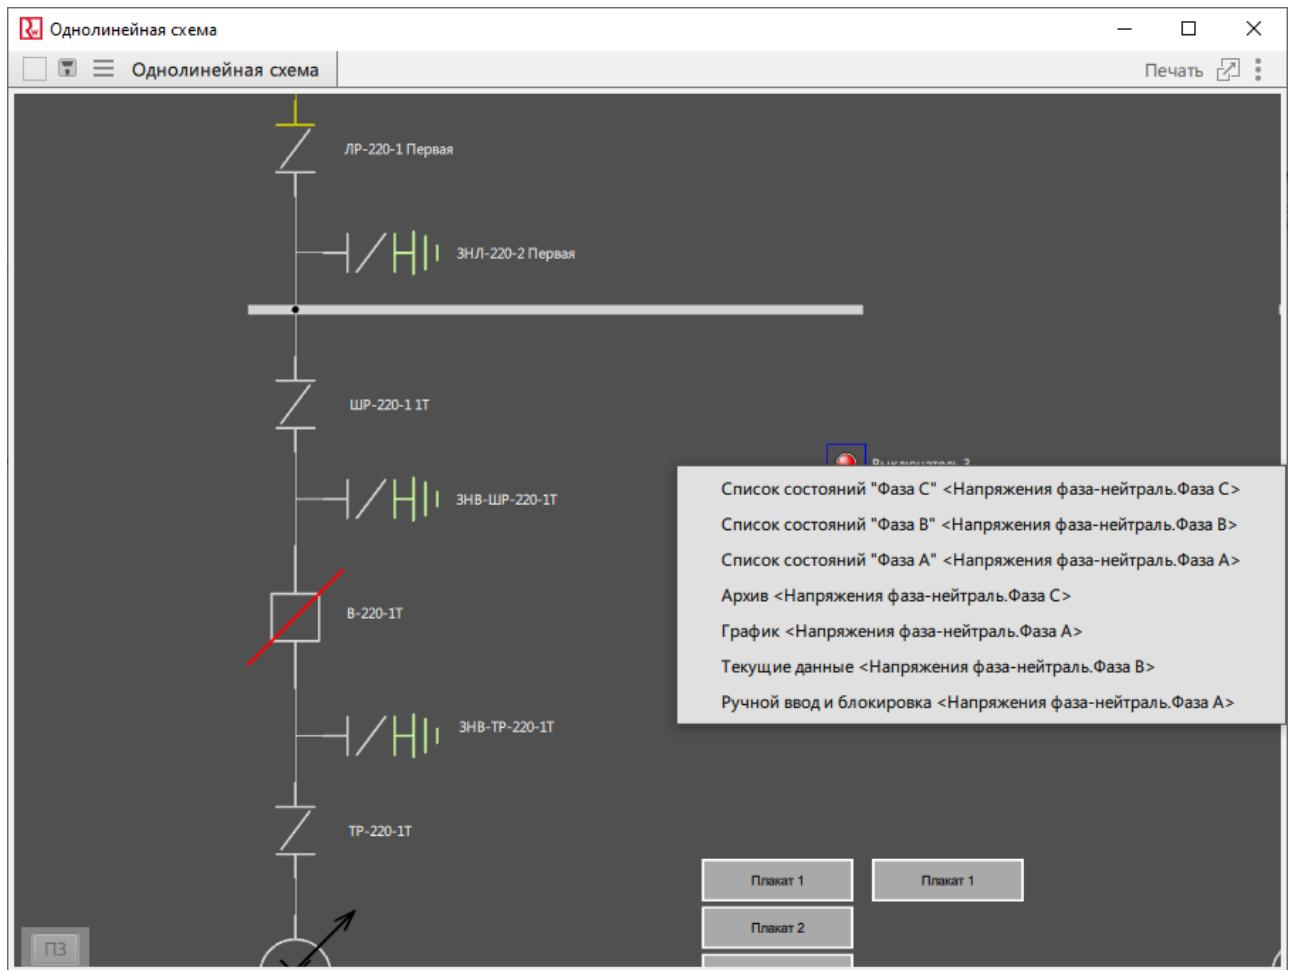

Рисунок 46 - Контекстное меню элементов
1. Нажмите ПКМ по элементу мнемокадра (Рисунок 46).